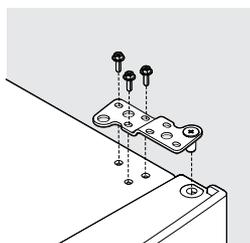

figura 2
3. Usando una llave de cubo de 5/16 pulg., afloje los 3 tornillos de la bisagra superior (consulte la figura 2).